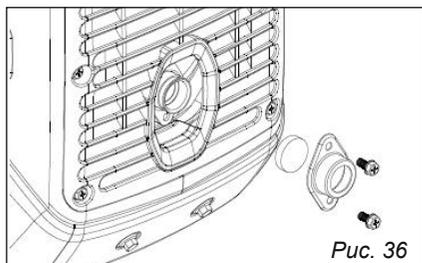

Рис. 36
2. Ослабьте болт, а затем снимите крышку глушителя, экран глушителя и искрогаситель, рис. 36.